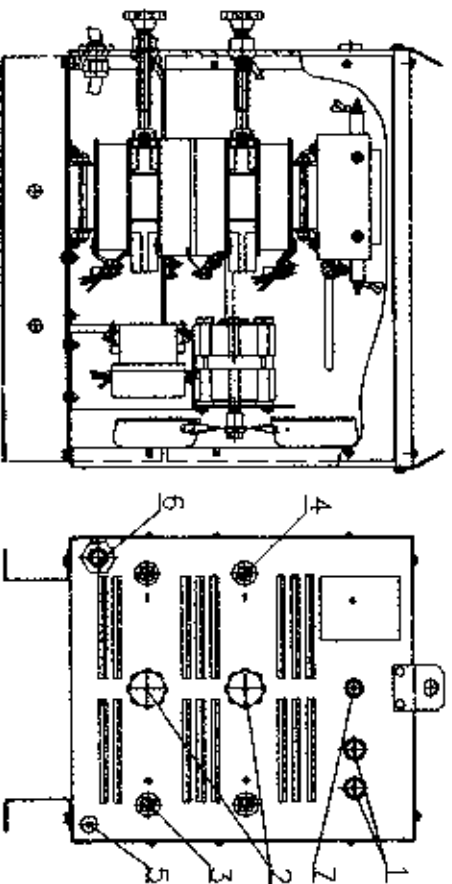

Рис.1 Общий вид выключателя ВДМ 2x313 У3
3.1. Внешний вид выпрямителя приведен на рис. 1. Общий вид выпрямителя. На передней стенке выпрямителя расположены кнопки «Пуск» и «Стоп» (поз.1), выходные зажимы «Плюс» (поз.3) и «Минус» (поз.4). На передней стенке находятся ручки перемещения магнитного шунта (поз.2), бобышка заземления (поз.5) и выход сетевого кабеля (поз.6). Поз.7 арматура силовая. Охлаждение выпрямителя воздушное, принудительное, направление потока охлаждающего воздуха - от передней стенки к задней.